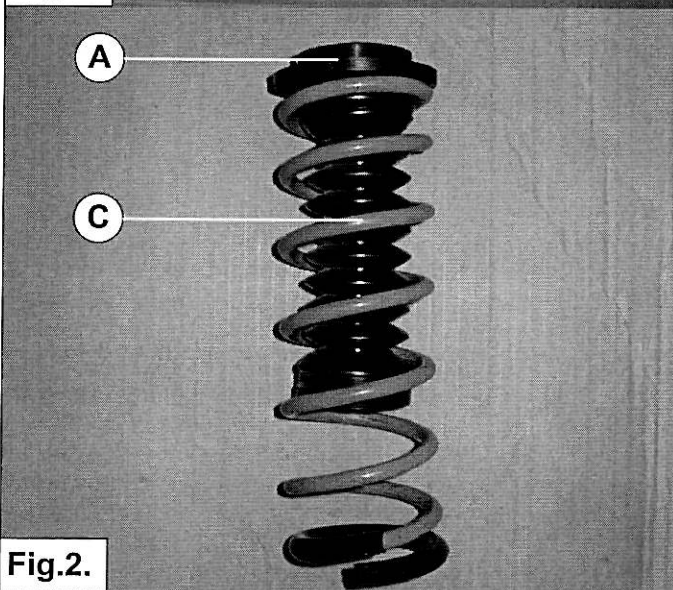

Fig.2.
6. Montieren Sie den obere Federteller **A** mit der Staubhülle auf der Niveaufeder an der Seite ohne Schlauch. Sehe fig. 2.
6. Placez la coupelle supérieure **A** avec le cache-poussière sur le ressort auxiliaire du côté dépourvu de flexible. Voir fig. 2.